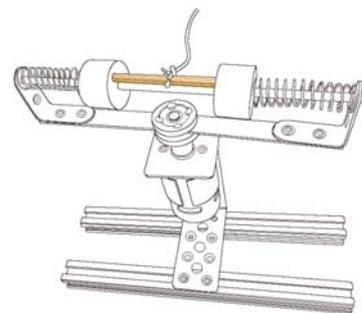

図 2
(2) 付属の割棒を 2 個のおもりに挟み込み， 両おもりを図 2 の様に外側に押し広げる。その際， 割棒は， ばね， おもりの貫通軸の直上に貫通軸に沿わせて設置する。また， 割棒の真ん中が回転台の中心に来るように注意する。割棒に付けたタコ糸